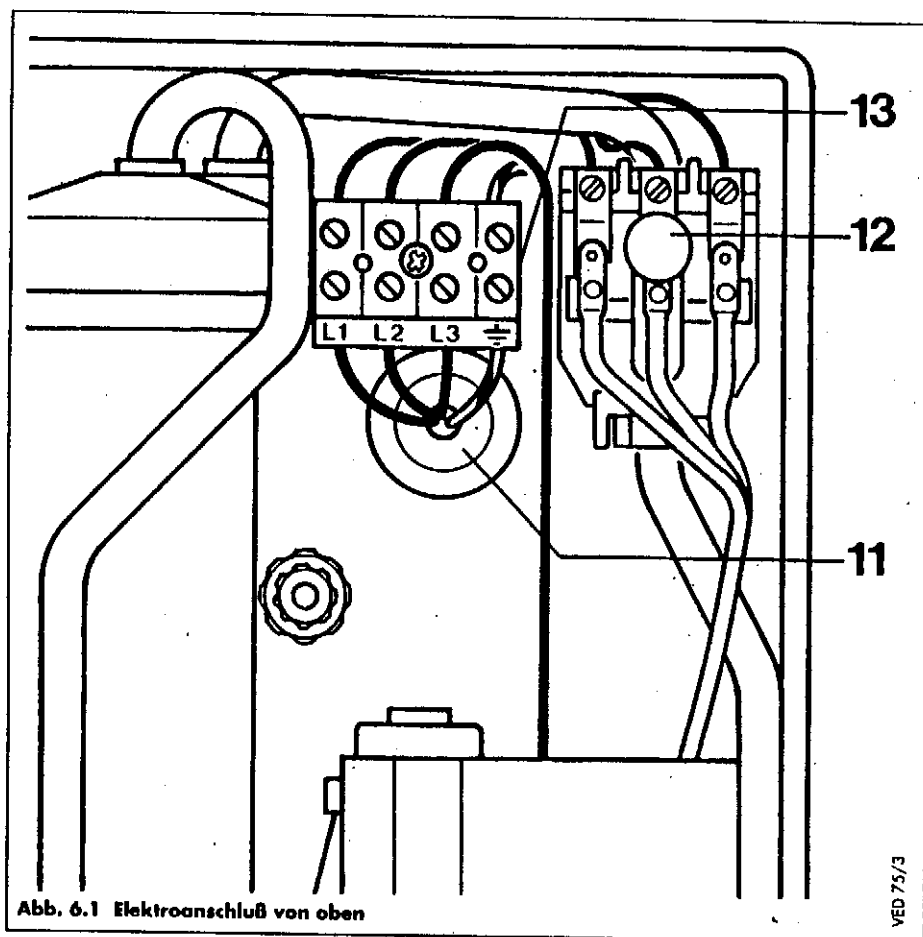
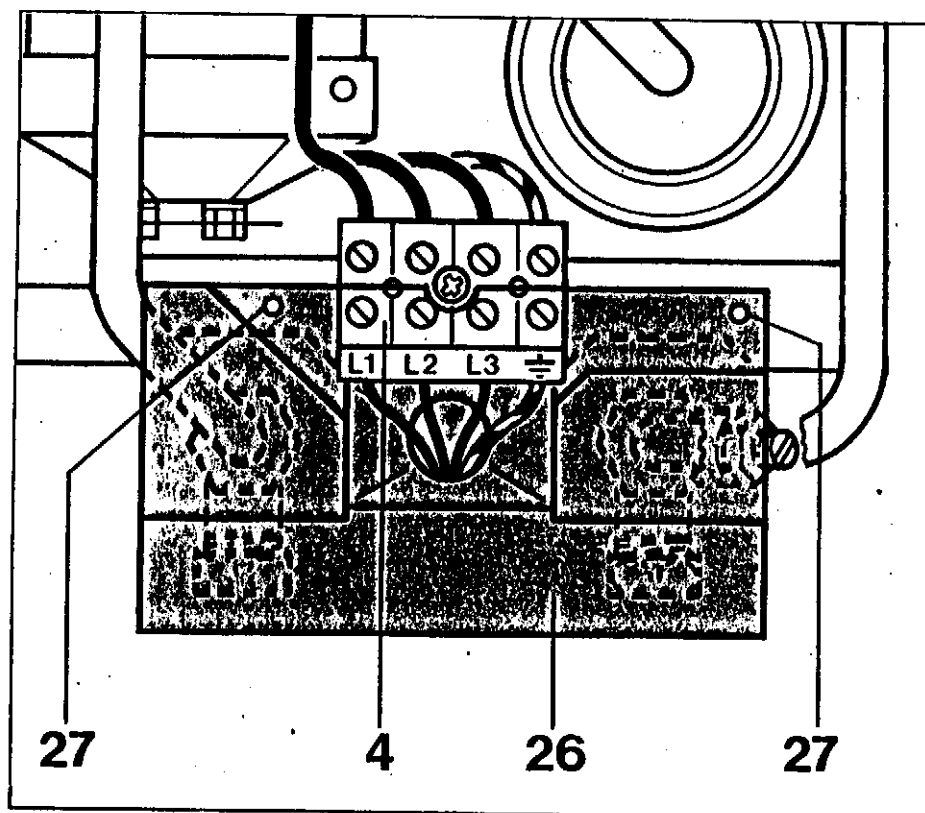

Рис. 6.1 Подсоединение сетевого кабеля сверху.
Рис. 6.2 Подсоединение сетевого кабеля снизу.
Сетевой кабель можно подключить в верхней (рис. 6.1) или в нижней (рис. 6.2) части прибора, не затрагивая при этом проводку внутри.
(рис. 6.1) нужно удалить часть стенки корпуса обозначенную для ввода кабеля. Подведенный кабель следует загерметизировать при помощи прилагаемой круглой защитной насадки и подсоединить провода L1, L2, L3 и заземляющий провод к клеммной колодке (13).
(рис. 6.2) нужно отвинтить закрепленную сверху клеммную колодку (13), продеть подводный кабель через прилагаемую прямоугольную защитную пластину (26) и насадить ее внизу со стороны задней стенки прибора между подсоединениями воды на крепежные упоры (27) рис. 6.2. Затем следует привинтить клеммную колодку на подготовленное место (4, рис. 2.1, стр. 5) над защитной пластиной (26) - рисунок 6.2. Сетевой кабель надо подсоединить к клеммам L1, L2, L3, а заземляющий провод - к соответствующему зажиму. Кабель должен быть проложен аккуратно и без натяжения.
Пояснения к рис. 6.1 и 6.2